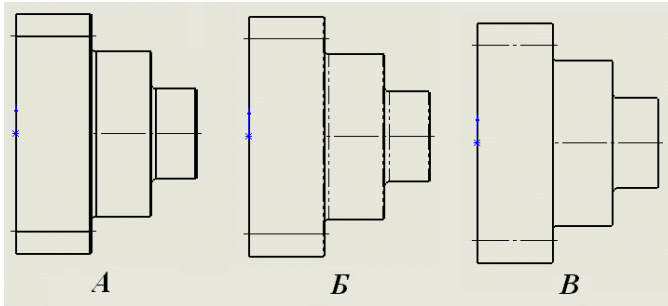

Рисунок 13.13 - Зміна режиму відображення ліній переходу
- **«Линии перехода видимые»** (рис. 13.13, А);
- **«Линии перехода по стандарту»** (рис. 13.13, Б);
- **«Невидимые линии перехода»** (рис. 13.13, В).